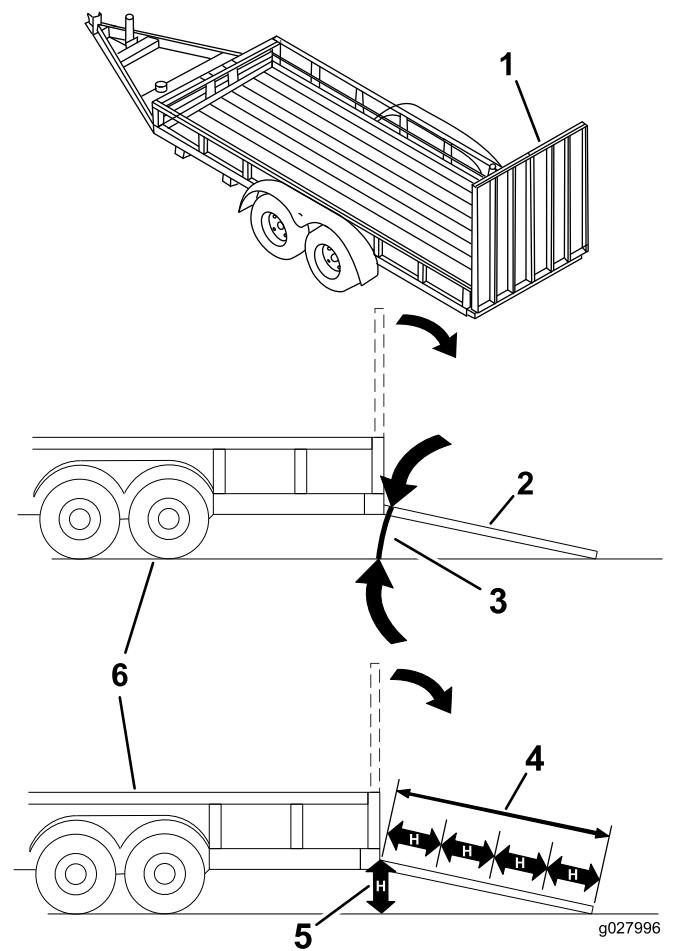

Figura 39
El cargar la máquina en un remolque o un camión aumenta la posibilidad de un vuelco y podría causar lesiones graves o la muerte (Figura 39).
3. Baje la rampa, asegurándose de que el ángulo entre la rampa y el suelo no supera los 15 grados (Figura 39).
1. Baje la rampa, asegurándose de que el ángulo entre la rampa y el suelo no supera los 15 grados (Figura 39).